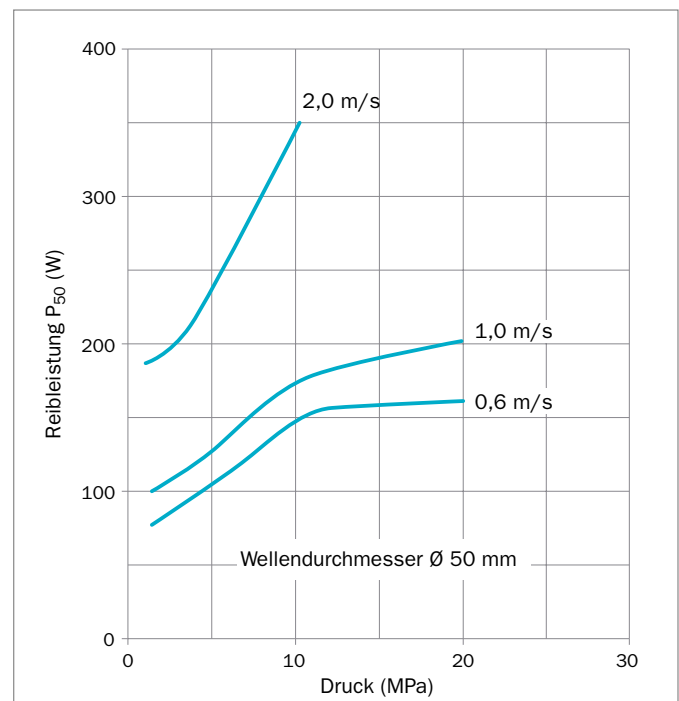

Abbildung 137: Reibleistung für Turcon® Roto Glyd Ring® V in Turcon® M15
Richtwerte für die Reibleistung (P) können aus dem Diagramm in Abbildung 137 ermittelt werden.
Sie finden  $P_{50}$  für Turcon® M15 im Diagramm Abbildung 137.